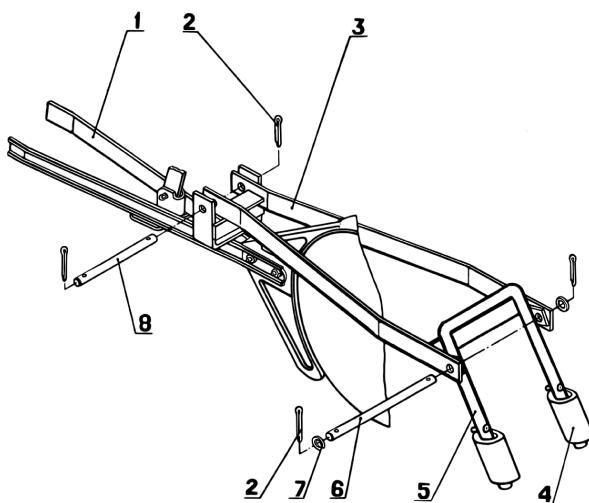

Рис. 30. Загортач наральникового типа
3.3.7. Загортач наральникового типа (рис. 30).